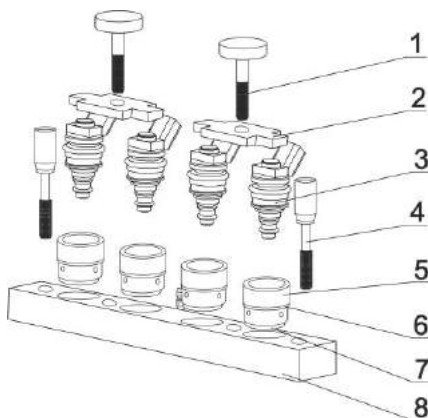

Рис. 5.5
- 1) Выберите адаптер для форсунок с боковой подачей топлива (5) и установите соответствующие уплотнительные кольца (6,7). (Рекомендуется смазать небольшим количеством масла).
- 2) Вставьте форсунки в адаптеры и установите их в топливный распределитель для форсунок с боковой подачей (8).
- 3) Установить крестообразную планку (2) и зафиксируйте ее с помощью крепежных винтов (1).
- 4) Отрегулируйте прижим с помощью винтов (1) для крепления топливного распределителя и форсунок к мерным колбам, затяните прижимные винты (4) равномерно с обеих сторон, рис. 5.5.